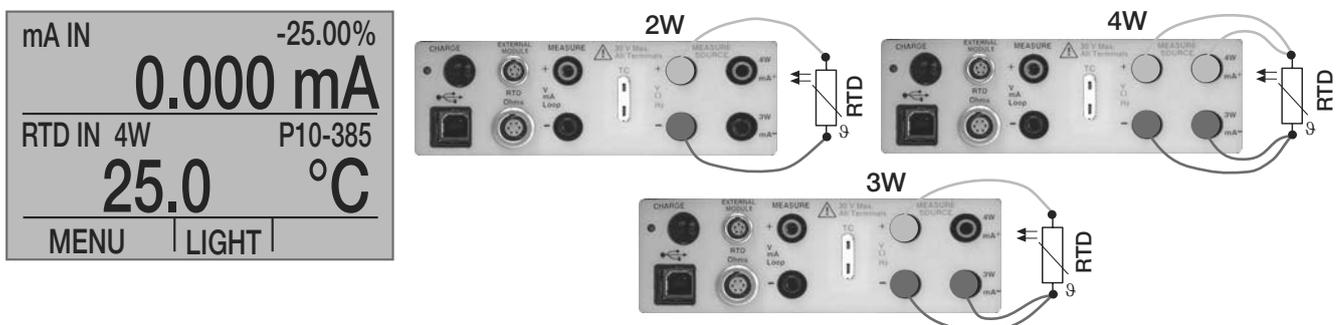

Abbildung 8: Messen von Temperaturen mit Widerstandsfühlern mit 4mm-Bananenbuchsen
- Schließen Sie die Leitungen des Widerstandsfühlers an die 4mm-Bananenbuchsen auf der Rückseite an (siehe Abbildung 8).